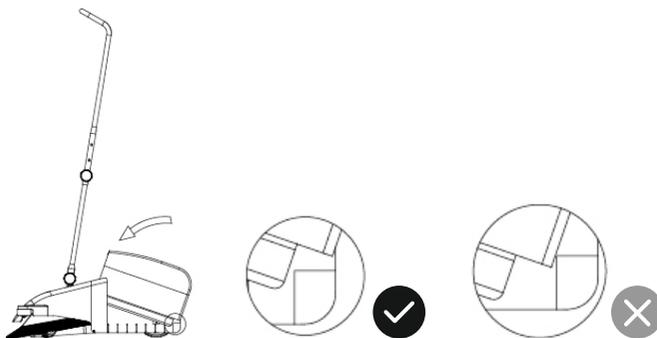

Рис. 6
2. Присоединение контейнера (рис. 6 и рис. 7)